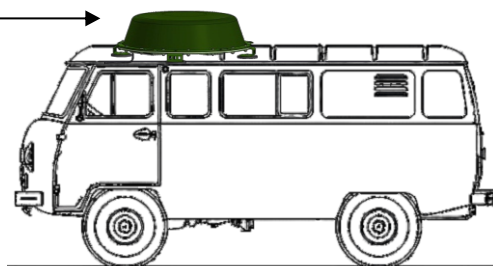
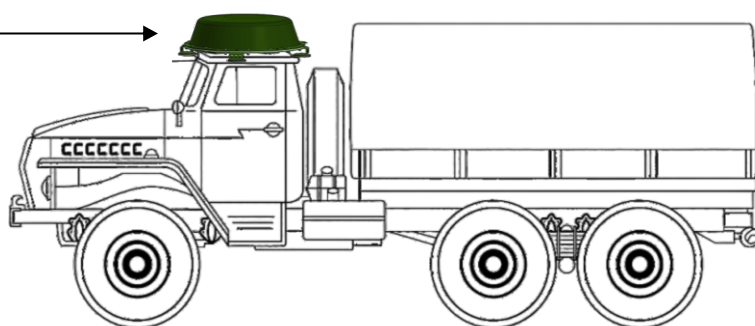

рисунок 1
рисунок 2
- установки на крышах автомобилей (рисунок 1, рисунок 2);